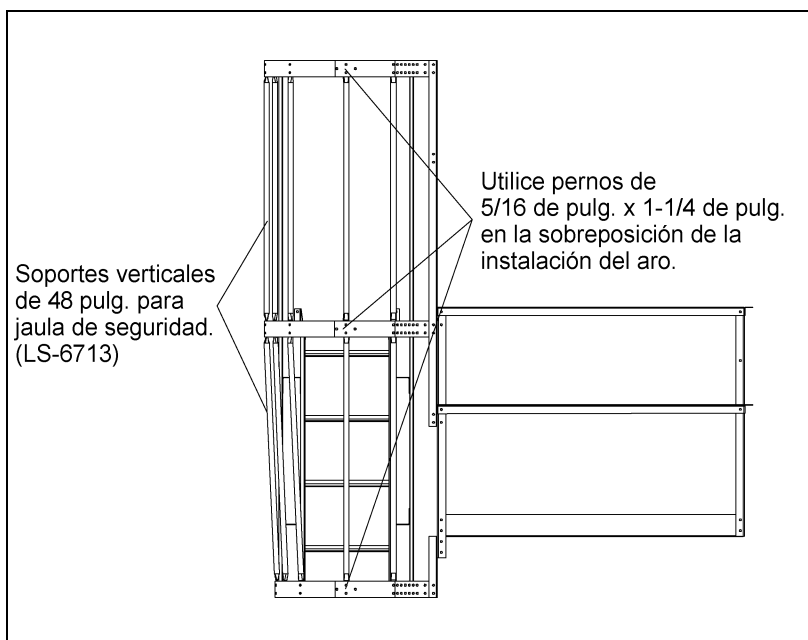

Figura 6O Soportes Verticales
Una vez que las instalaciones de los 3 aros se hayan colocado en su lugar, conecte los soportes verticales de 48 pulg. de instalación en instalación como se muestra en la Figura 6O. Esto requiere de diez (10) soportes, cinco (5) entre cada uno de los sets de aros. El segundo set de soportes verticales se debe doblar en el area plana para permitir la disminución gradual de la instalación del aro del fondo. Use pernos de 5/16 x 1 pulgadas (a menos que así se indique) con sus cabezas mirando hacia el interior de la jaula de seguridad.